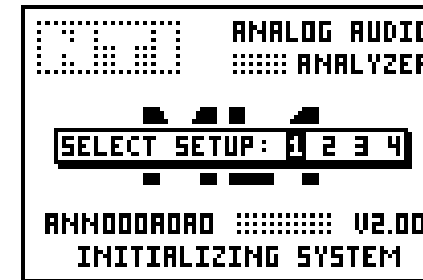

Fig 7 Mehrfachbenutzer Auswahl
**MULTIPLE SETUP** ermöglicht die Wahl, um die individuell getätigten Geräteeinstellungen zu speichern. Im Status DISABLE merkt sich der ML1 jeweils den vor dem letzten Ausschalten aktiven Zustand. Bei ENABLE lassen sich hingegen vier verschiedene Gerätesetups speichern. Dazu erscheint beim Aufstarten die Meldung SELECT SETUP: 1 2 3 4 auf der Anzeige (siehe Fig 7).